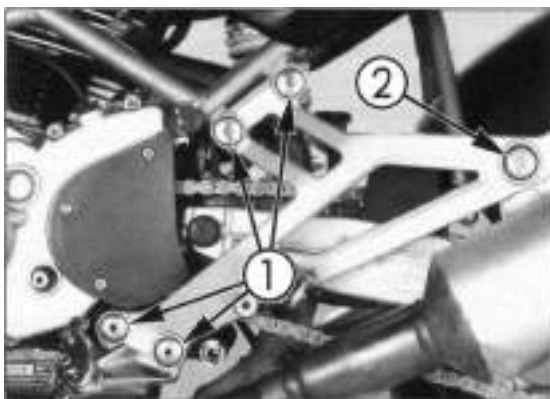

Bild 126
- Die Dämpferbefestigung lösen (Bild 126), und Dämpfer abnehmen.